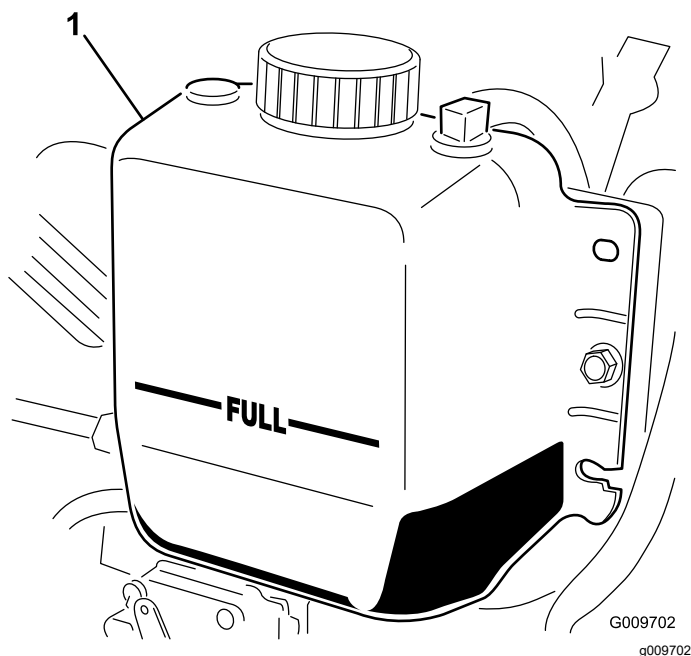

Figura 110
3. Controllate il livello del refrigerante nel radiatore. Il radiatore deve essere riempito fino alla parte superiore del collo del bocchettone ed il serbatoio di espansione fino al segno di pieno FULL (Figura 110).